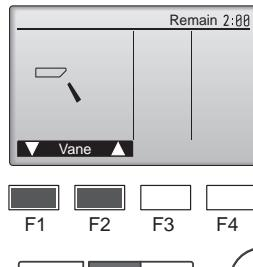

Fig. 7-6
① Compruebe la paleta automática con los botones **F1** **F2**. (Fig. 7-6)
② Pulse el botón para volver a "Test run" (Modo prueba).
③ Pulse el botón .